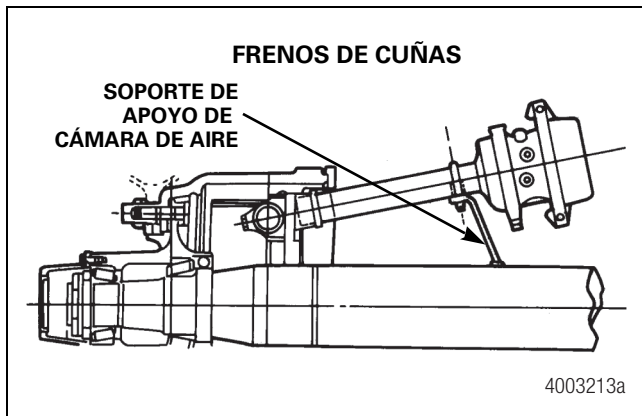
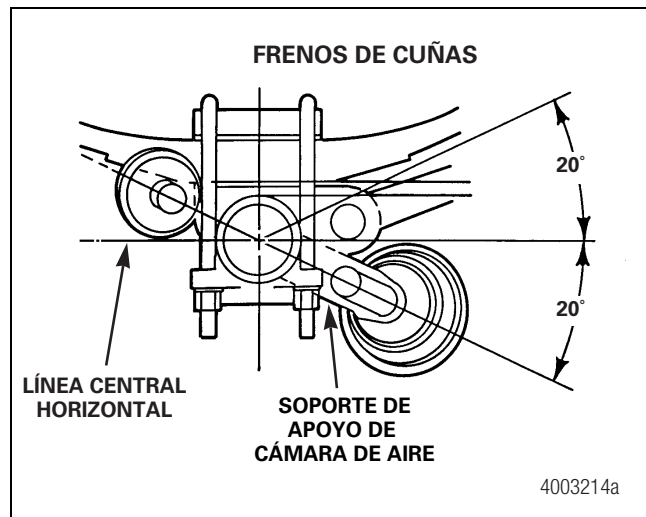

Figura 6.11
Figura 6.12
- **Frenos de cuñas con soportes de apoyo del tubo de la cámara de aire:** Cuando los frenos de cuñas tienen soportes de apoyo para cámara de aire, la línea central de dichos soportes debe estar ubicada dentro de los 20 grados de la línea central horizontal del eje. Figura 6.11 y Figura 6.12.